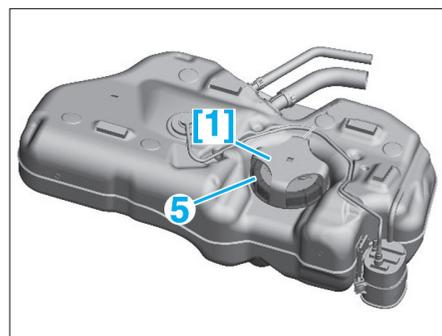

Fig. 31
- [1]. Griffes de bague-écrou de pompe/jauge à carburant (ref : 310-069) (Fig.31).
- Désaccoupler les durits de carburant (4) et y mettre des pince-durits.
- A l'aide de l'outil [1], déposer la bague-écrou (5) (Fig.31).